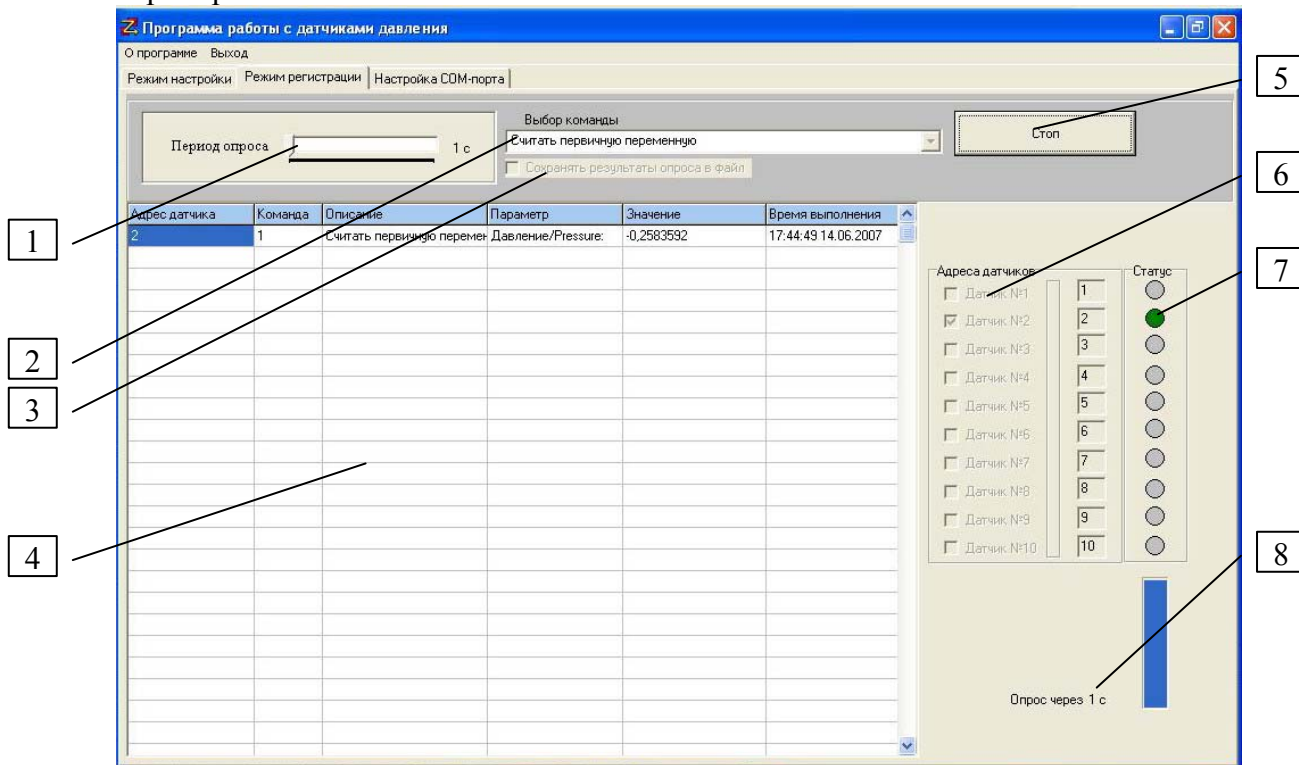

Рисунок 2- Закладка «Режим регистрации»
В окне программы «Режим регистрации» (рис. 2) отображаются:
1. Выбор периода опроса в секундах от 1 до 10000 с (рис. 2, поз. 1).
2. Выпадающий перечень команд (рис. 2, поз. 2).
3. Флажок сохранения регистрируемых данных в файл (рис. 2, поз. 3).
4. Поле состояния (рис. 2, поз. 4), отражающее ответ прибора.
5. Кнопка «Старт»/ «Стоп» для запуска/остановки выполнения команды (рис. 2, поз. 5).
6. Выбор опрашиваемых приборов (рис. 2, поз. 6).
7. Статус опрашиваемых приборов (рис. 2, поз. 7): зеленый – работа без ошибок, желтый – ответ не с первой попытки, красный – нет ответа от прибора.
Для того чтобы начать процесс регистрации нажмите кнопку «**Старт**». (рис.2, поз. 3). Программа начнет считывать измерительную информацию с приборов, отображая её в поле состояния (рис. 2, поз. 4). Полученные от приборов данные будут автоматически записываться в файл, если установлен флажок «Сохранять результаты опроса в файл». Для остановки процесса регистрации нажмите кнопку «**Стоп**». Программа остановит процесс опроса/считывания.